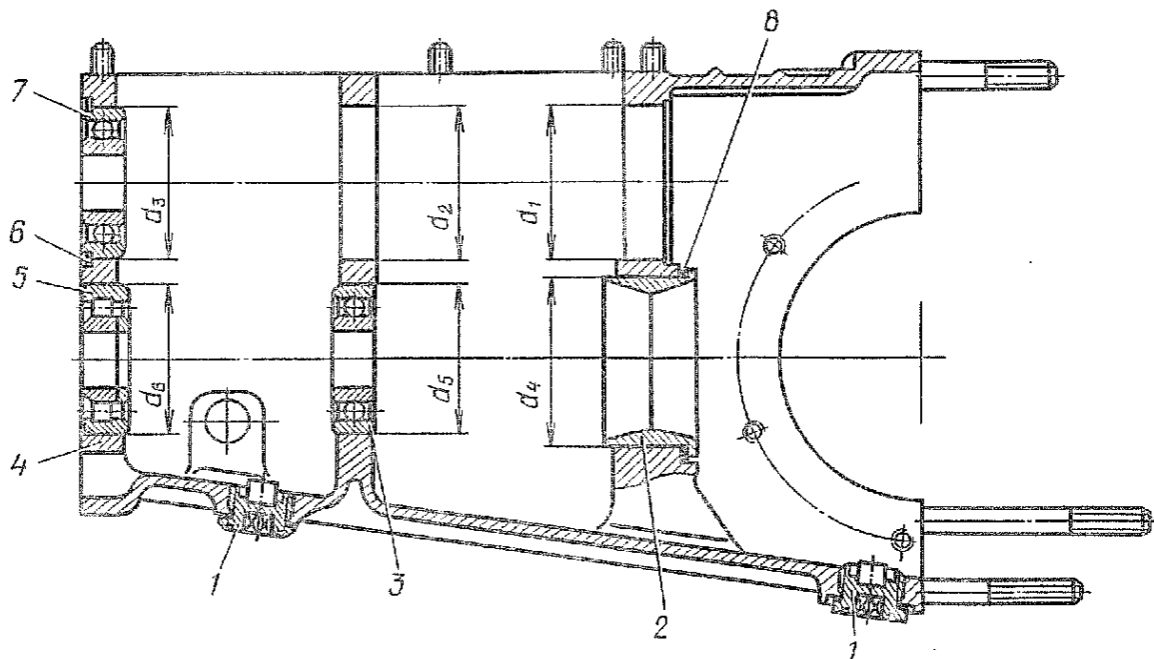

Рис. 136. Картер коробки передач с подшипниками в сборе:
1.45. Вынуть из задней стенки картера задний подшипник 5 (рис. 136) ведущей шестерни главной передачи.